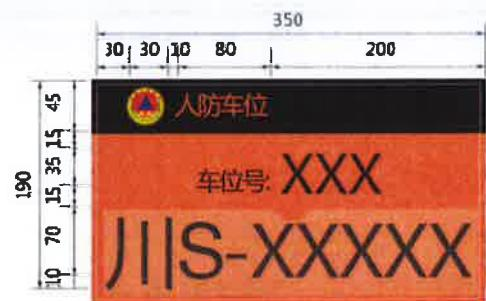

图 20 悬挂车位标识样式及尺寸示例
4.15 配建区机动车位应在车位上方悬挂车位标识牌，并在车位内喷涂“人防”字样标识。悬挂的车位标识样式及尺寸示例见图 20，材质为亚克力板，厚度为 10mm，背丝印，正面设置透明亚克力插槽，插槽厚 2 mm。喷涂的车位标识样式及尺寸示例见图 21，车位编码采用常温冷漆标线，涂料漆膜厚度 0.12 ~ 0.15mm，耐日晒温差，不变色。